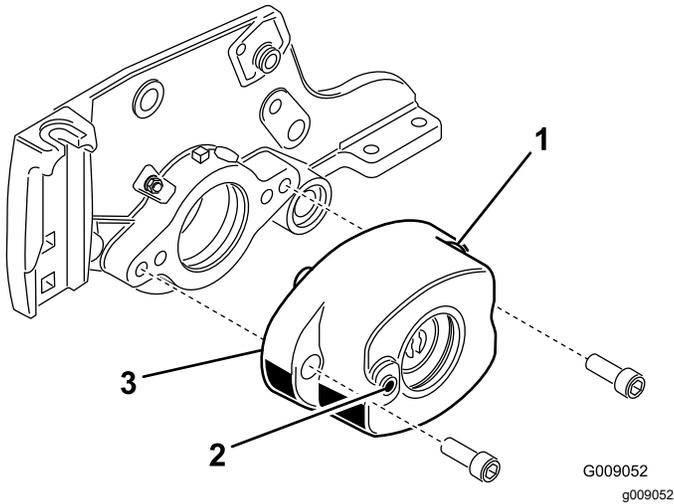

Figure 6
- Fixez le carter de brosse sur le logement de roulement de cylindre avec 2 vis Allen ($\frac{3}{8}$ " x 1") (Figure 6). Montez le carter de brosse avec le trou fileté vers l'avant de l'unité de coupe.